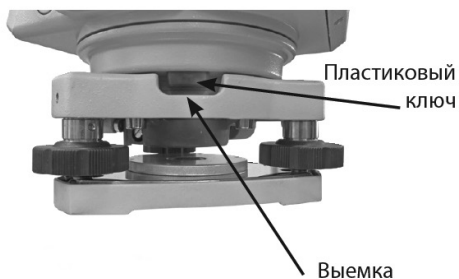

Рис. 6-5-2
- 1) Поверните ручку S5-3004 против часовой стрелки до упора. Установите корпус прибора на трегер, предварительно убедившись, что пластиковый ключ на корпусе попадает в выемку на трегере (Рис. 6-5-2).